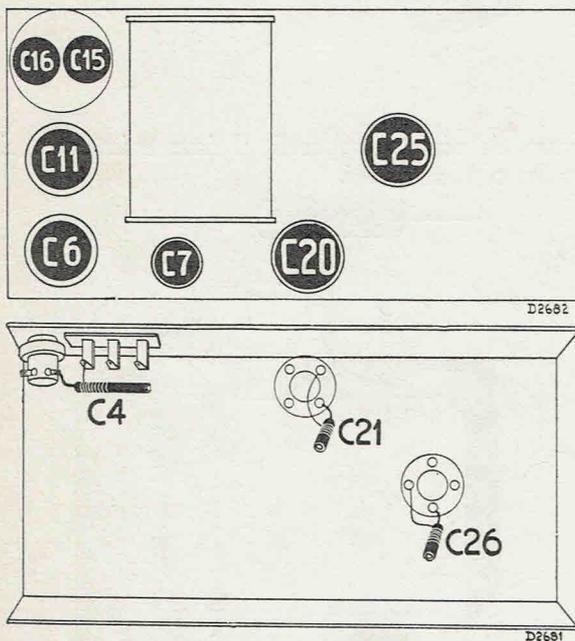

Fig. 4
5. Régler C21 et ensuite C26 sur „sortie maximum”. (fig. 4.)